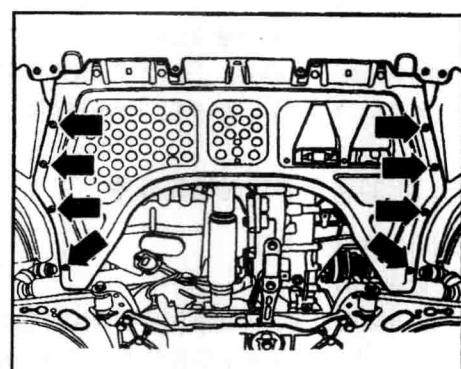

图 1-34 拆下发动机下部隔音垫固定螺栓
- 1) 如图 1-34 所示，拆下发动机下部隔音垫的固定螺栓，取下隔音垫。